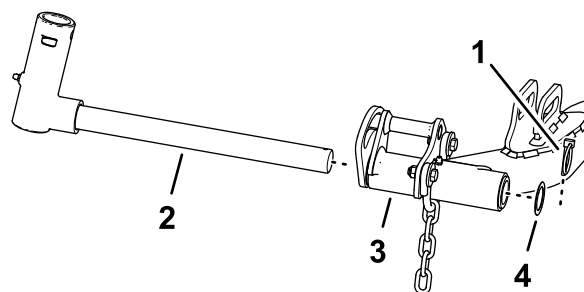

Figura 25
- Remova o pino de sustentação e a arruela que fixam o suporte do pivô ao braço de elevação e deslize o eixo para fora do braço de elevação (Figura 25).